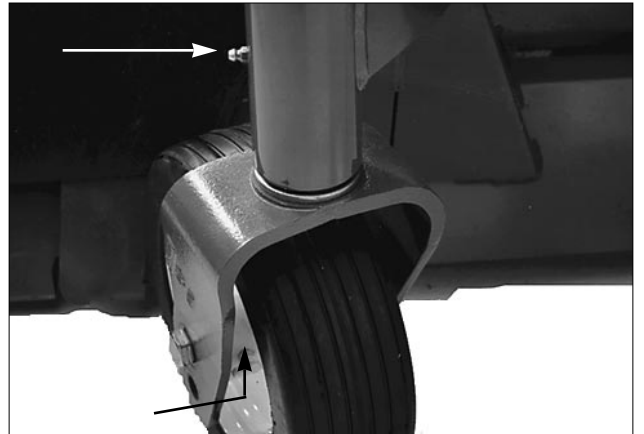
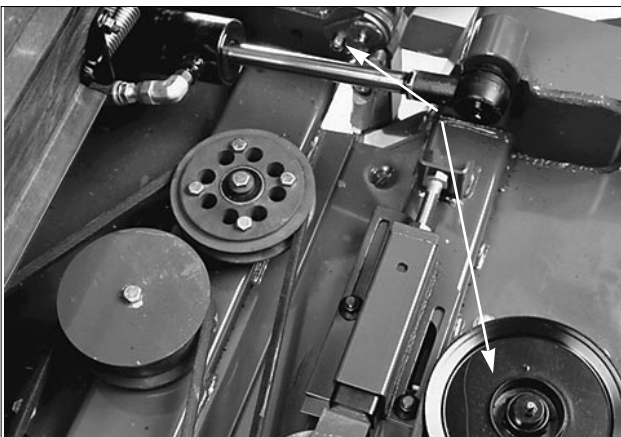
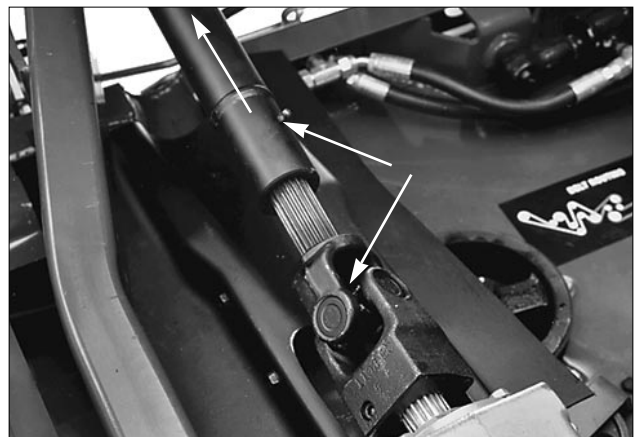

Figure 32
Figure 31
Figure 33
**Unité de coupe** (machines à 2 & 4 roues motrices - axes des lames (7) et axes pivots des unités latérales (4) (Fig. 31); roues pivotantes (6): arbre de fourche pivotante (4) (Fig. 32); joints à rotule des bras de relevage (2) et assemblage de l'arbre de commande prise de force à boîte de vitesse (3) (Fig. 33).